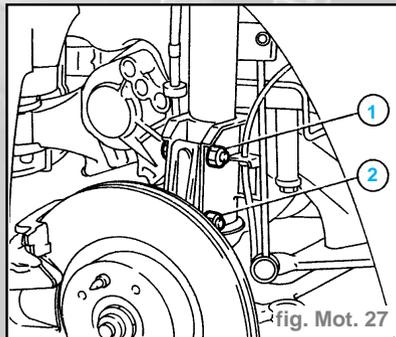

fig. Mot. 27
- Dévisser la vis (1) et desserrer la vis (2) de fixation du montant des suspensions, faire ensuite tourner le montant vers l'extérieur en libérant le demi-arbre de son ancrage sur le différentiel (fig. Mot. 27).